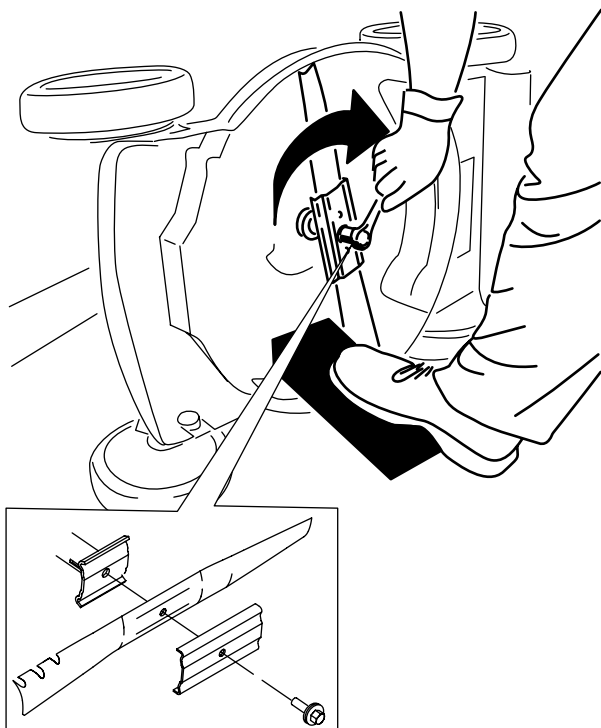

Рисунок 33
5. Установите новый нож, закрепив все крепежные детали (Рисунок 33).